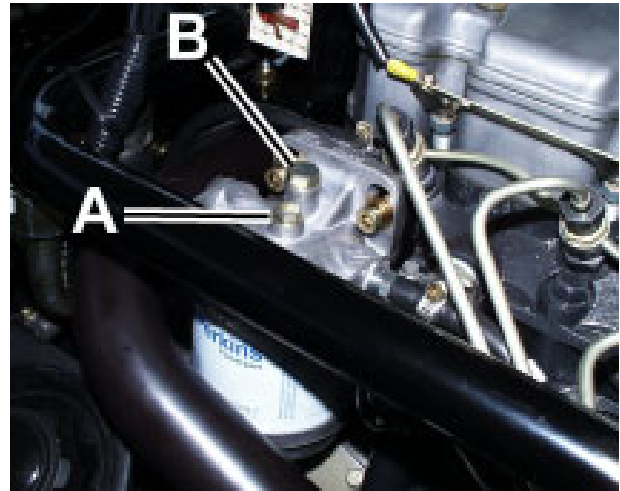

Fig.10
2. Aprire lo sfiato dell'aria (A) posto sopra il filtro carburante per lasciar uscire l'aria (Fig.10).